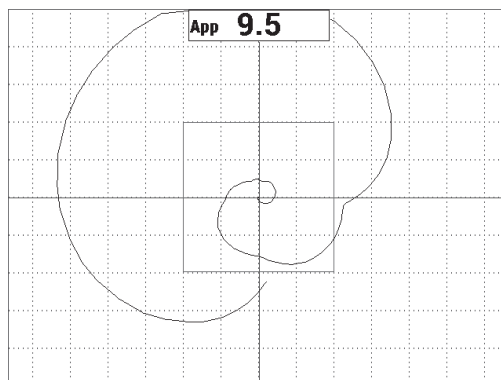

Рис. 6-20 Полноэкранный режим отображения
5. Нажмите клавишу FULL NEXT ( $\rightarrow$ ) для включения полноэкранный режим отображения, снова просканируйте область дефектов (см. Рис. 6-20 на стр. 146).